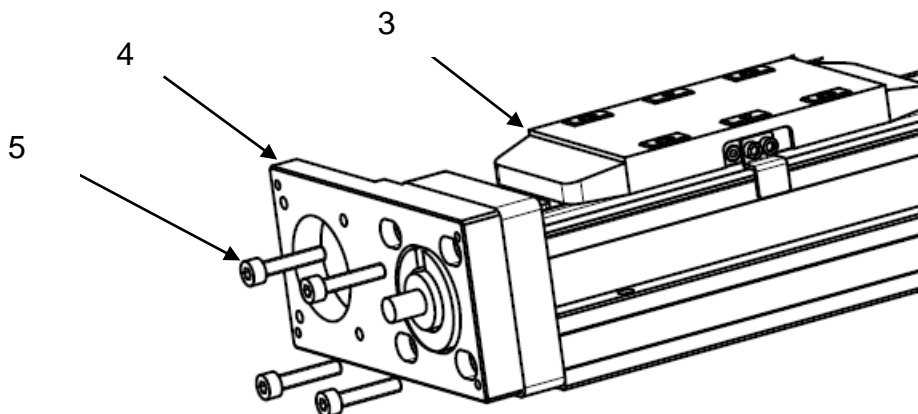

Рисунок 7 – Монтаж корпуса на модуль.
1) смонтировать корпус монтажного комплекта (поз. 4) на модуль (поз. 3) (см. рисунок 7). Установить корпус (поз. 4) с помощью прилагаемых винтов (поз. 5); **ВНИМАНИЕ!!!** Винты не затягивать!